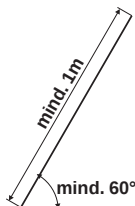

Рис. 2:
- Необходимо обеспечить равномерное распределение нагрузки по всем четырем стропам, а угол, образуемый стропами, должен быть не менее 60° (см. рис. 2). Разрешается использовать только кольцевые цепи или тросы равной длины (не менее 1 м)! Следует использовать грузоподъемный крюк с предохранительным крюком и скобой соответствующего размера согласно DIN 82 101, форма А, минимальный размер 0,4.